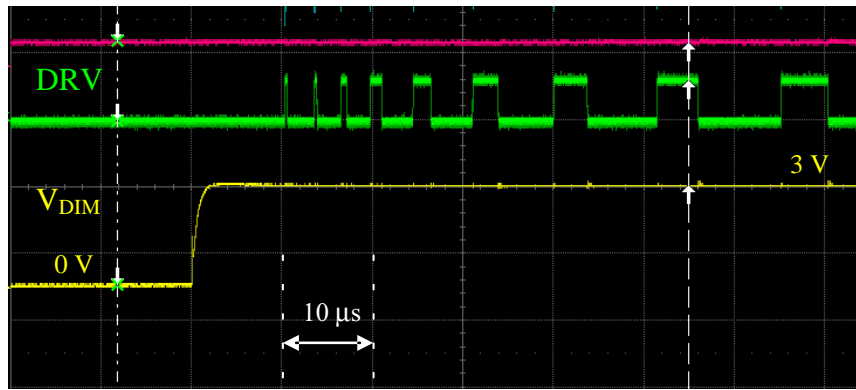
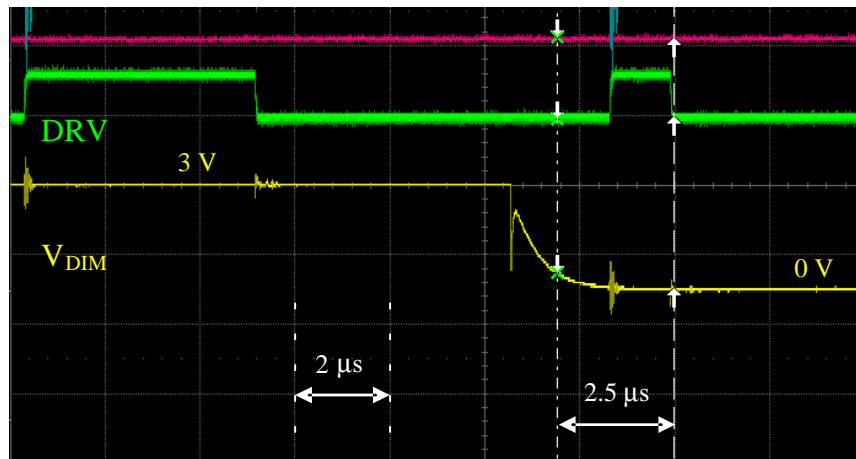

Figure 12. PWM Dimming – DIM Pin Rising Edge
Figure 13. PWM Dimming – DIM Pin Falling Edge
- NCL30086は最大電流を供給するにはある程度の時間を必要とします。Figure 12に示すように、最
- Figure 13に示すように、DIMピンが“L”状態に遷移してから、ドライブ出力を無効にするまでに約 $2.5 \mu\text{s}$ の時間を要します。この遅延の実際的な影響は、DIM信号の立ち下がりエッジに対して最後のパルスがいつ発生したかによって異なりますが、一般的に上記の偏移を補償することはできません。
のテストは115 V rms、60 Hzで実施しました。調光信号は1kHz、可変デューティ比方形波信号は0~3 Vの範囲で変動します(Figure 12とFigure 13の黄信号)。